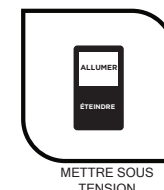

Fig. 7
08. Mettez le disjoncteur au tableau de distribution électrique et l'interrupteur mural en position de marche. Lorsque le détecteur détecte un mouvement la nuit dans la zone de couverture, le témoin de sécurité s'allume automatiquement. Établissez les paramètres de temps et la plage de détection maximale en consultant les instructions ci-dessous (voir fig. 7).